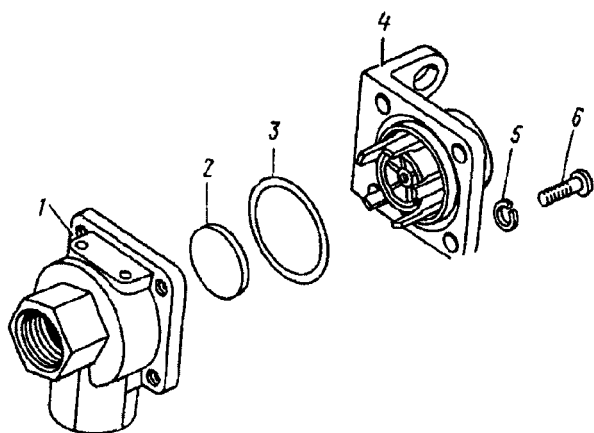

Рис. 315. Клапан двухмагистральный перенусковой:
1. Выверните винты 6 (рис. 315) с шайбами 5 крепления крышки 4 к корпусу 1	Слесарный верстак, отвертка